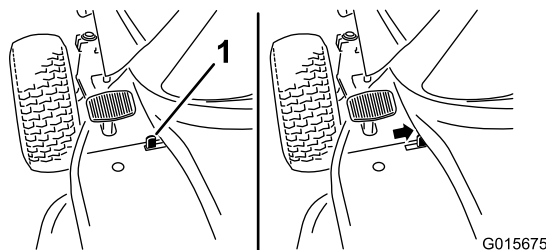

図 5
3. 駐車ブレーキレバー 図 5 をスライドさせてロック位置にセットし、ブレーキペダルからゆっくりと足を離す。